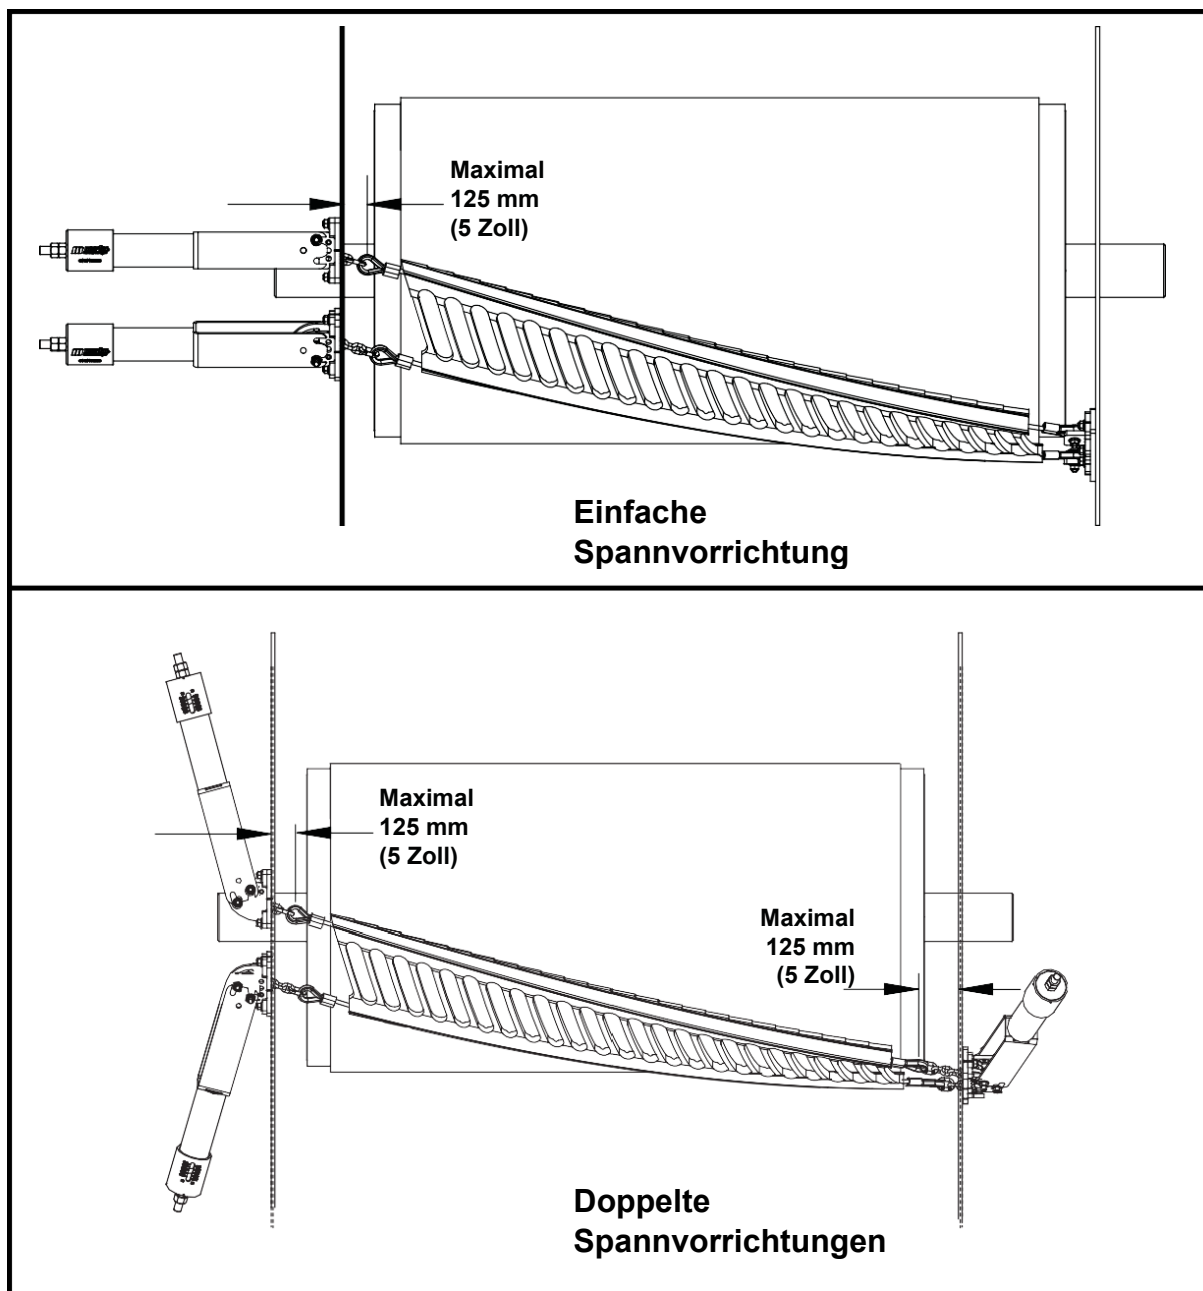

Abbildung 4: Montage bei großem Abstand zur Schurrenwand
- Der Abstand zwischen dem Vorabstreifer und der Schurrenwand sollte so gering wie möglich gewählt werden. Martin Engineering empfiehlt, einen Abstand von maximal 125 mm (5 Zoll) pro Seite einzuhalten (siehe Abbildung 4). Eine zu lange Kette oder ein zu langes Drahtseil kann Vibrationen verursachen, die den Fördergurt oder den Vorabstreifer beschädigen können. Falls erforderlich, sehen Sie eine Stützwand vor, um die Spannvorrichtung in der richtigen Position abzustützen. Wenden Sie sich an Martin Engineering, um Unterstützung bei der Montage zu erhalten, wenn die Parameter außerhalb dieses Bereichs liegen.